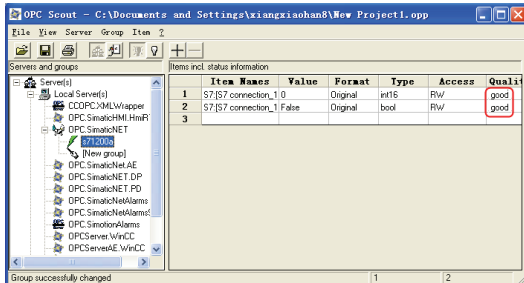

图 10-54 测试结果
3) 测试结果。测试结果如图 10-54 所示，如果显示为“good”，表明 OPC 通信成功；如果显示为“bad”，表明 OPC 通信不成功。